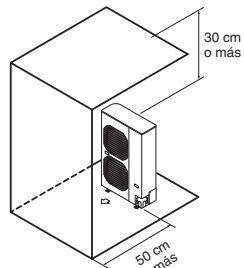

Fig. 2-4
- (3) Obstrucciones en el lado frontal y superior de la unidad (El lado izquierdo, derecho y trasero se abren). (Fig. 2-4)